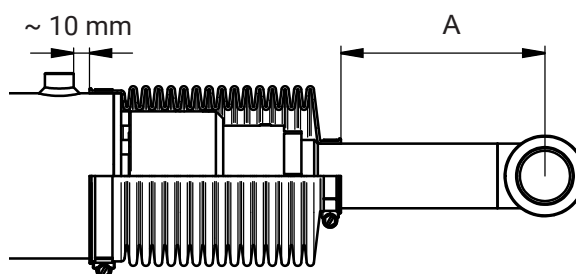

Bild 43. Montering av damasker
11. Montera cylindrarnas damasker. Bild 43.